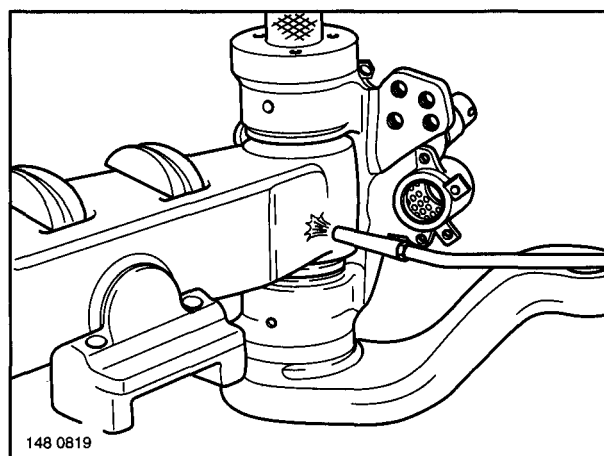

Fig. 19
- (6) Place the steering axle beam with steering swivel in a press.
- (7) Exert slight pressure on the kingpin with a suitable mandrel.
- (8) Heat the stub axle on the end face with a large torch flame (Fig. 19) until the kingpin is loosened, then force it right out in one go with the press.
- (6) Placer le corps d'essieu avec la fusée directrice sous la presse.
- (7) A l'aide d'un mandrin approprié, soumettre le pivot à une légère pression.
- (8) Chauffer la partie frontale du carter de pivot à l'aide d'une grande flamme de chalumeau (figure 19) jusqu'à ce que le pivot se libère, puis chasser rapidement le pivot avec la presse.
- (6) Lenkachskörper mit Lenkschenkel unter der Presse aufbauen.
- (7) Lenkbolzen mit einem geeigneten Dorn unter leichten Druck setzen.
- (8) Achsfaust an der Stirnseite mit großer Schweißflamme erwärmen (Fig. 19), bis sich der Lenkbolzen löst, dann mit der Presse zügig ganz ausdrücken.